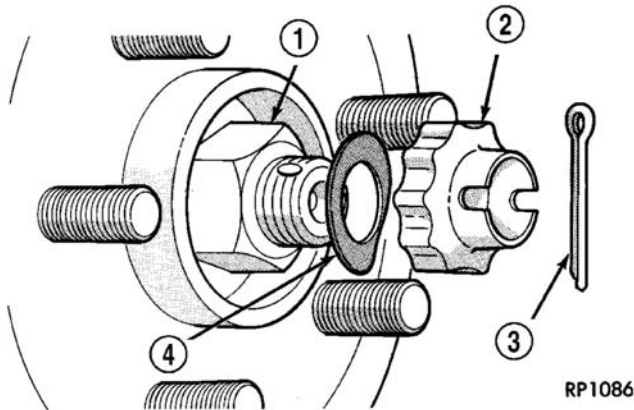
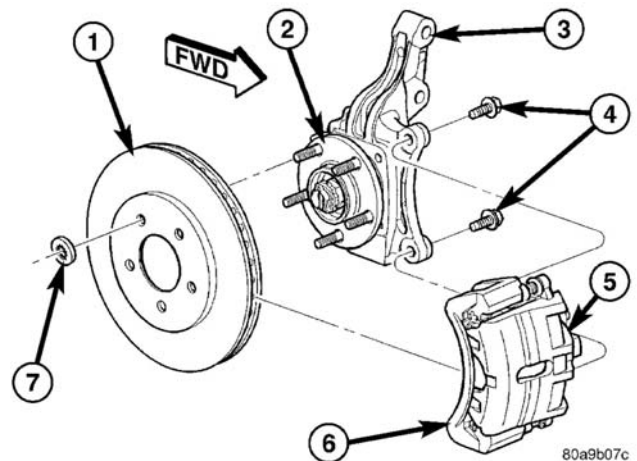
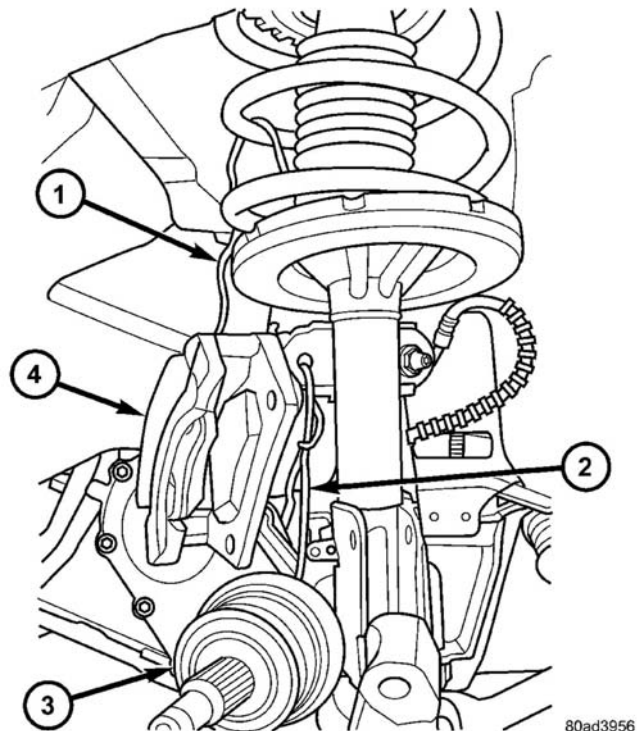
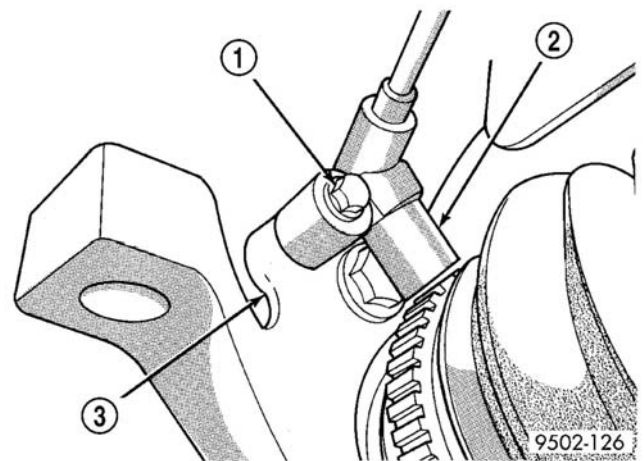

图 8 轮毂螺母
图 9 前制动安装
图 10 挂起的制动钳和驱动轴
图 13 前轮速度传感器
- (1) 升起车辆。（参见“润滑与保养—标准程序”）。
- (2) 从车上卸下车轮和轮胎总成。
- (3) 从短轴端和轮毂螺母上卸下开口销、锁紧螺母和弹簧垫圈（图 8）。
(4) 在助手帮助下施加车辆制动不让轮毂转动，松开并卸下轮毂螺母（图 8）
(5) 如图所示（图 9），将盘式制动器的制动钳和适配器作为一个总成从转向节上卸下。用松紧绳或铁丝将总成吊到一边（图 10）。**不得用制动软管吊起制动钳。**
(8) 若配备了防抱死制动系统，从转向节上卸下前轮速传感器（图 13）。
(9) 卸下转向节与滑柱 U 形支架相连的 2 个螺栓。
(10) 向外倾斜转向节，从轮毂和轴承上卸下驱动轴短轴。用松紧绳或铁丝直接向外吊起驱动轴（图 10）。不得用内万向节悬架驱动轴。
(7) 若配备了防抱死制动系统，将轮速传感器和固定螺栓安装到转向节上（图 13）。紧固车速传感器螺栓至  $7 \text{ N} \cdot \text{m}$  ( $60 \text{ in.lbs.}$ ) 的扭矩。
(8) 将制动盘安装到轮毂和轴承上（图 9）。
(9) 将制动钳和适配器总成安装到转向节上。安装适配器固定螺栓并紧固至  $169 \text{ N} \cdot \text{m}$  ( $125 \text{ ft.lbs.}$ ) 的扭矩。
(10) 将外等速万向节短轴上的碎屑清理干净。
(11) 在短轴上安装垫圈和轮毂螺母。
(12) 在助手的帮助下施加车辆制动，不让轮毂转动，然后紧固轮毂螺母至  $244 \text{ N} \cdot \text{m}$  ( $180 \text{ ft.lbs.}$ ) 的扭矩。
(13) 将波状弹簧垫圈安装到短轴端。
(14) 安装轮毂锁紧螺母和一个新的开口销（图 8）。将开口销插脚牢固地缠在轮毂锁紧螺母的周围。
(15) 安装车轮和轮胎总成。按照正确的顺序安装并紧固车轮安装螺母，直至所有的螺母都拧紧到规定扭矩的一半。然后重复紧固顺序，直至所有螺母都达到规定的  $135 \text{ N} \cdot \text{m}$  ( $100 \text{ ft.lbs.}$ ) 的扭矩。
(16) 降下车辆。
(17) 视需要设定前轮定位的外倾角和车轮前束。